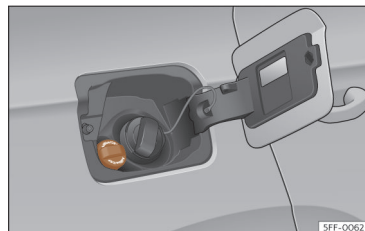

Fig. 204 Tampa do bocal de enchimento do reservatório do AdBlue®.
- Abrir a tampa do depósito >>> **Fig. 204.**
- Gire o tampão de fecho do bocal de enchimento de SCR para a esquerda >>> **Fig. 204.**